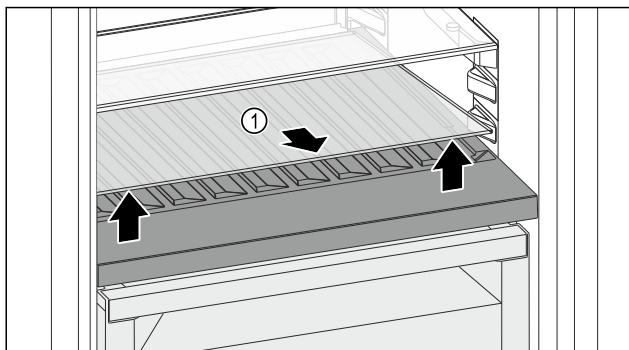

Fig. 123
- Soulever la plaque de verre Fig. 123 (1) au niveau de l'évidement avant et la retirer.
- Entreposer la plaque de verre Fig. 123 (1) dans un endroit sûr hors de l'appareil.